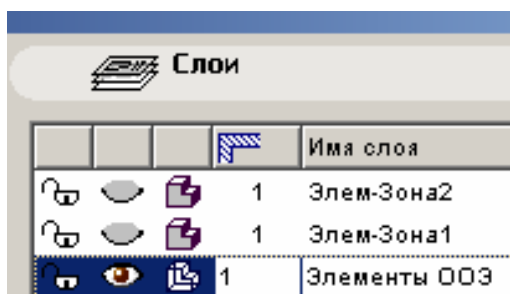

Рис. 96
10. В панели **Слои** справа нажмите кнопку **Новый** и введите слой **Элементы 00Э** (рис. 96). Слева от имени слоя располагается несколько пиктограмм. Они обозначают следующее (следуя слева направо): состояние закрытости, видимость, режим 3D-воспроизведения и номер группы пересечения слоев. Если слой закрыт , располагающиеся на нем элементы не могут редактироваться до тех пор, пока слой не перейдет в состояние открыт . Параметр видимости указывает, являются ли элементы этого слоя видимыми  или невидимыми (спрятанными) . В настоящий момент для нас важным является параметр режима 3D-воспроизведения. Имеется два режима воспроизведения: объемный  и каркасный .